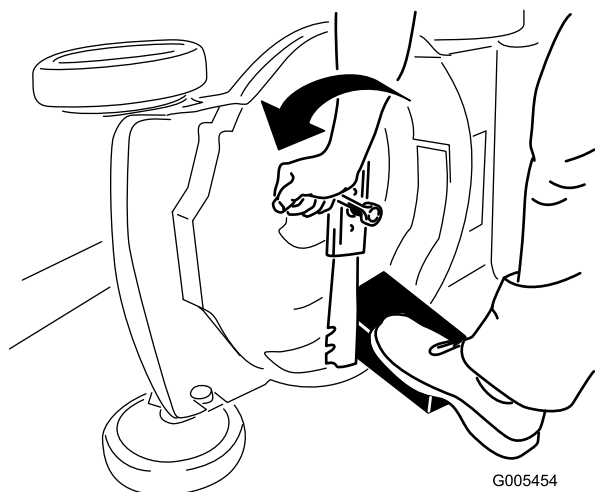

Figura 28
- Utilice un bloque de madera para inmovilizar la cuchilla (Figura 28).
- Retire la cuchilla, conservando todos los herrajes de montaje (Figura 28).